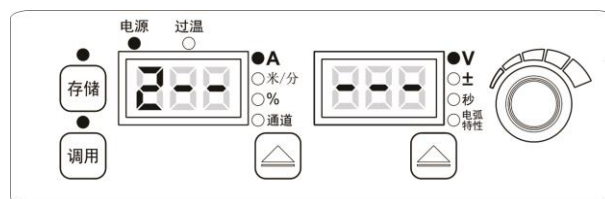

图 3-24 新密码确认界面
5. 在新密码确认界面下，第一位数码管显示“2- - - -”，如图 3-24 所示，调节焊接电源面板旋钮，逐位输入新密码并按调用键确认。